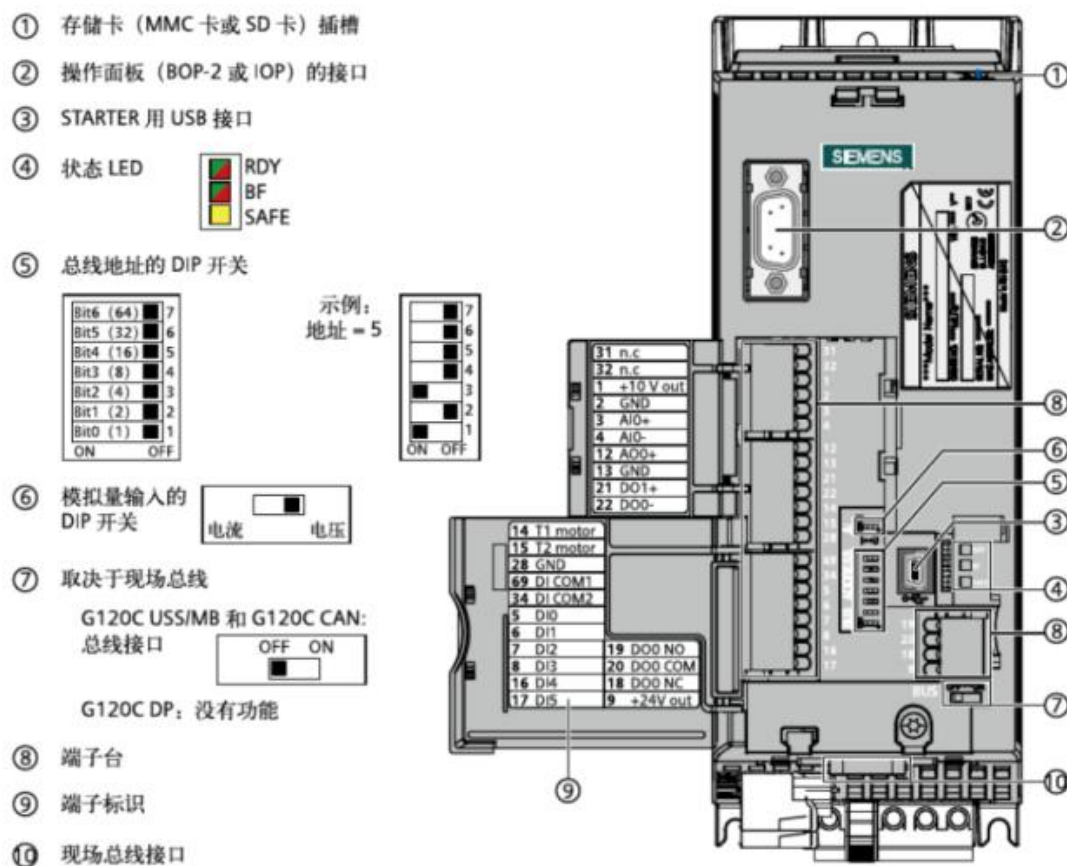

图1
- ① 变频器的面板说明如下。需将模拟量输入的拨码开关调节到“1”，即电流控制。具体可参考图1中6的标示位置及说明。
- ② 启动电源，变频器自检完成后，显示主菜单界面。使用【▲】、【▼】键将光标移动到“SETUP”，按【OK】键进入恢复出厂设置。屏幕显示“BUSY”表示参数正在修改中；屏幕显示“DONE”表示完成。使用【▲】、【▼】键将光标移动到“RESET”，按【OK】键，使用【▲】、【▼】键将选择到“YES”，按【OK】键恢复出厂设置。
- ③ 恢复出厂设置完成后，按【ESC】键返回到主菜单界面。使用【▲】、【▼】键将光标移动到“PARAMS”，按【OK】键显示两种参数访问级别，使用【▲】、【▼】键将光标移动到标准访问级别“STANDARD”，按【OK】键进入。
- ④ 使用【▲】、【▼】键调节到需调节的参数界面，按【OK】键进入设置值界面，使用【▲】、【▼】键调节设置值的大小，再按【OK】键确认修改及保存修改。